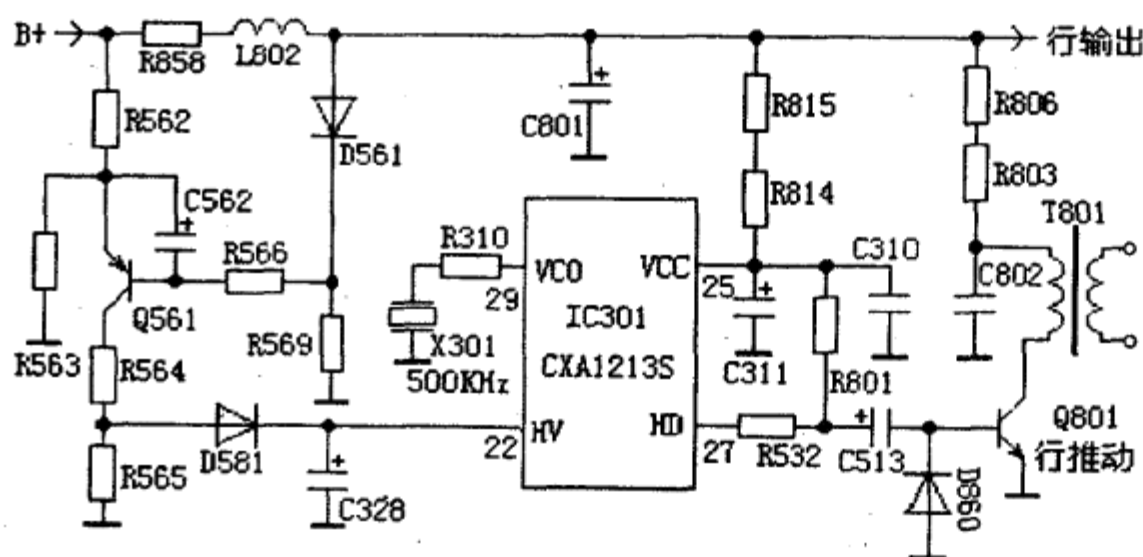

图 2
熄灭,伴有有高压建立的声音,说明开关电源和行扫描电路已工作。指示灯熄灭并三无,一是开关电源停止工作,二是仍处于开机状态,但行扫描电路退出工作状态。测量主电源输出的B+电压为115V正常;观察显象管的灯丝不亮,行扫描输出的二次电源26V、15V均无电压输出,说明行扫描已停止工作。检查该机的行扫描电路(见图2所示),测量行推动管Q801的集电极电压,由正常时的68V升为115V,显然行推动电路未工作。测量行扫描处理电路IC301(CXA1213S)的行振荡电路第②脚电压4.5V,为正常值,测量27脚行激励脉冲输出端电压,由正常时的1.0V升高到2.5V以上,当用表测量第②脚电压时,光栅和噪声出现,表笔离开第②脚,光栅消失,判断行扫描电路进入保护状态。测量IC301的保护脚第②脚电压,由正常时的0V变为3.5V,进一步确定进入保护状态。第②脚的保护电压由Q561对行输出级电流进行检测,R858、L802为取样电路,行输出正常时在R858、L802上的电压降较小,Q561截止,集电极为低电平,对行振荡电路不产生影响;当行输出电路发生短路、漏电故障,引起行输出电流过大时,在R858、L802上的电压降增大,足以使Q561导通,集电极变为高电平,该高电平通过隔离二极管D581加到IC301的第22脚,IC301据此进入保护状态,切断27脚的行激励脉冲。测量Q561的集电极电压为8V,R564、R565中点电压为4V,Q561确实进入保护状态。